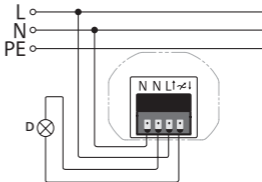
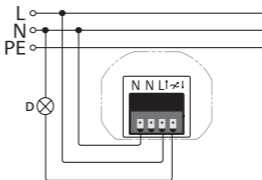

Abbildung 1
Abbildung 2
- 4 Schließen Sie den Leiter zur Lampe/Leuchte (D) an Anschlussklemme I an.
- 7 Schließen Sie den Neutralleiter der Lampe/Leuchte (D) an den Neutralleiter der Hausinstallation (Abbildung 1) oder an der Anschlussklemme N (Abbildung 2) an.